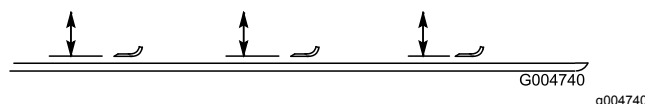

Figura 105
2. Ruotate la lama fino a quando le estremità non sono rivolte in avanti e indietro e misurate la distanza tra l'interno del piatto di taglio e il tagliente sulla parte anteriore della lama (Figura 105).